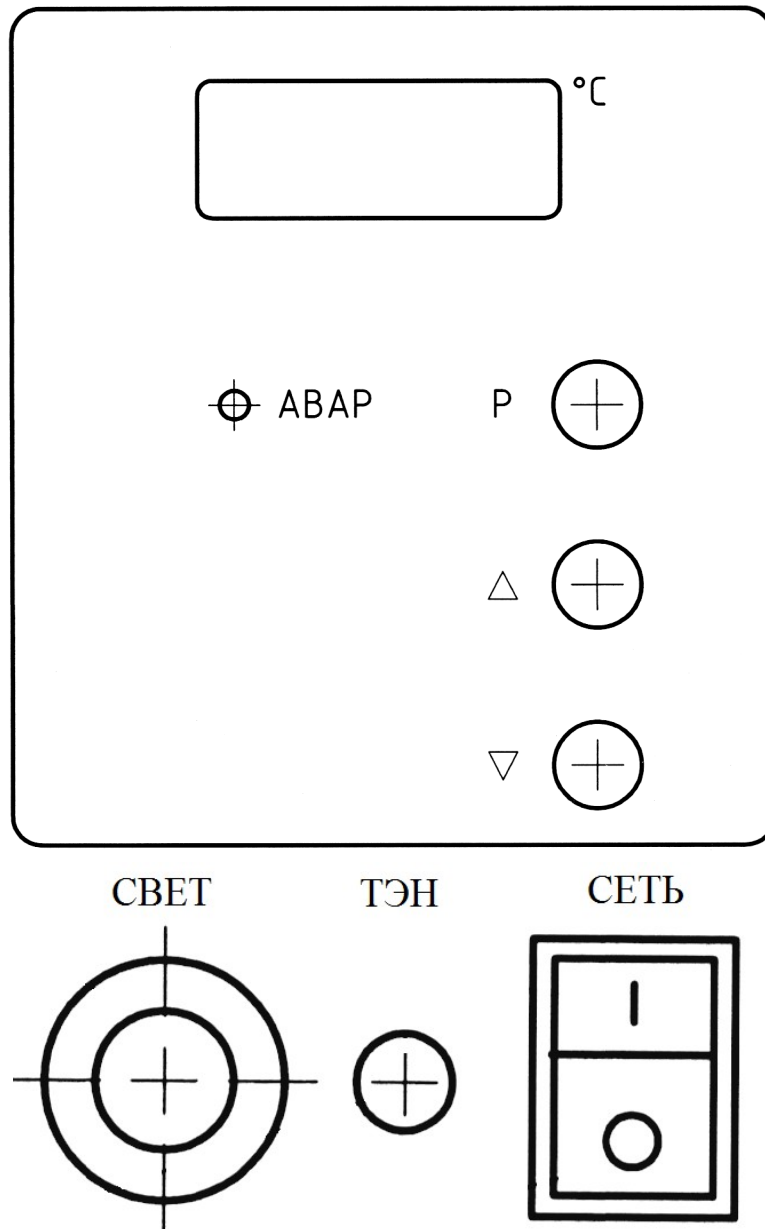

Рисунок 1 – Панель управления
8.2. Включить переключатель «СЕТЬ», при этом на цифровом табло панели управления, находящейся на пульте шкафа (рисунок 1), высвечивается текущая температура в камере шкафа.